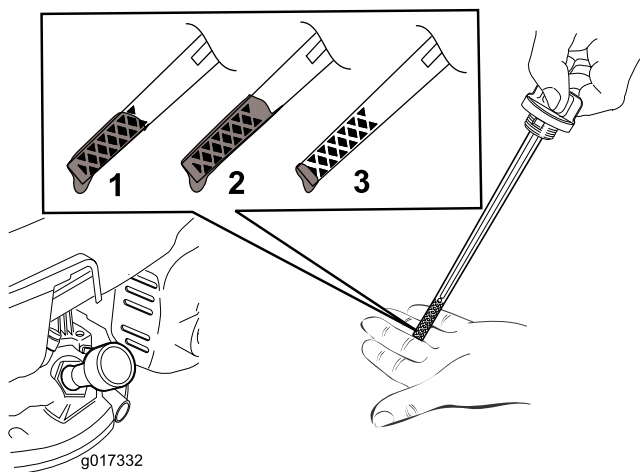

Рисунок 12
5. Для того, чтобы правильно определить уровень масла на масломерном щупе, см. Рисунок 12.
Примечание: Заливайте масло в картер двигателя до достижения требуемого уровня по масломерному щупу как показано на Рисунок 12. В случае перелива слейте некоторое количество масла из двигателя, как описано в Замена масла в двигателе \(страница 19\).